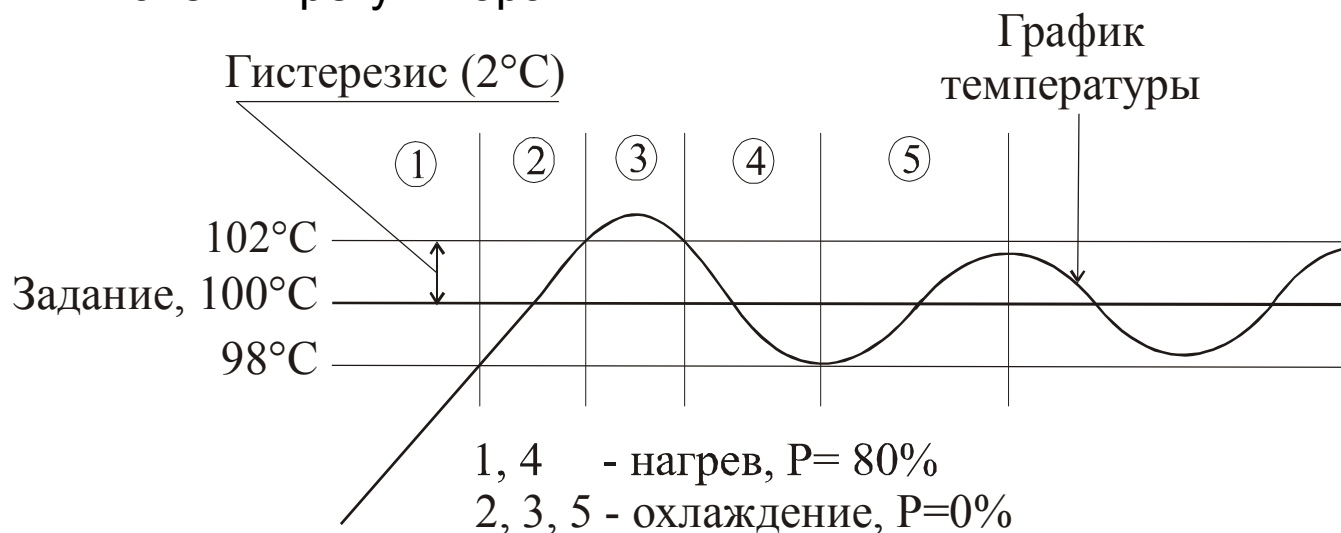

Рис. 4.2. Пример регулирования
4.4.1. Прибор использует 2-позиционный закон регулирования с опережающим регулированием и ШИМ-управлением мощностью. На рис. 4.2 показан пример регулирования в режиме управления нагревателем при заданном значении температуры  $100^{\circ}\text{C}$ , гистерезисе  $2^{\circ}\text{C}$  и ограничении мощности 80%. При включении регулятора (зона 1) начинается нагрев мощностью 80% от номинальной мощности нагрузки и продолжается до достижения температуры  $98^{\circ}\text{C}$  (температура задания минус гистерезис). Затем (зона 2) нагрев выключается, так как температура достигла зоны гистерезиса и продолжает расти. Температура растет еще некоторое время и может выйти за пределы зоны гистерезиса (зона 3). Когда температура перестанет расти и уменьшится до  $102^{\circ}\text{C}$  (температура задания плюс
4.4.2. Ограничение мощности (80% мощности в зонах 1, 4 на рис. 4.2) регулятор производит методом широтно-импульсной модуляции с периодом в 1 секунду, пропуская заданное число полупериодов сетевого напряжения. Для примера на рисунке 4.3. показана форма напряжения на нагрузке при значении мощности 3%. Из каждых 100 полупериодов сетевого напряжения в нагрузку будут выданы 3.